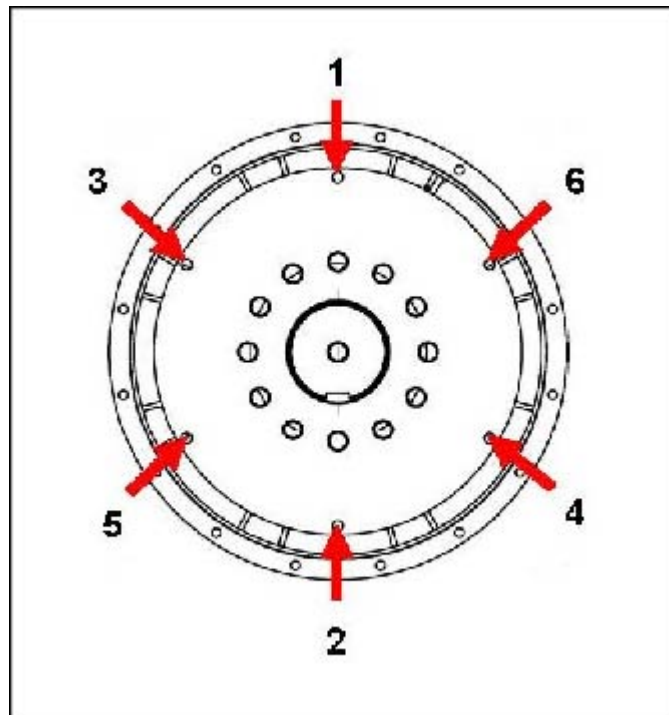

図 23. フライホイールへの固定手順
10. 表示の順番で、ボルトを締め付けて、カップリング ディスクをフライホイールに固定します。 図 23 ページ 40